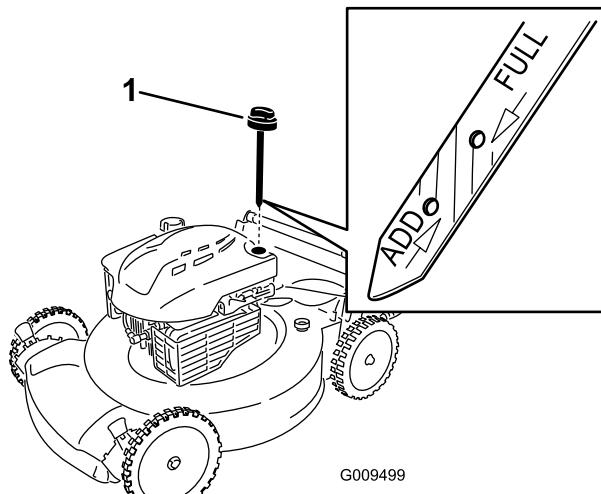

Рисунок 20
- Извлеките масломерный щуп (Рисунок 20).
Примечание: Если уровень масла ниже отметки **Add (Долить)** на масломерном щупе, **медленно** залейте небольшое количество масла в маслозаливной патрубок и повторите действия, указанные в пунктах 8 – 10, пока уровень масла не будет на отметке **Full (Полный)** на масломерном щупе (Рисунок 20).